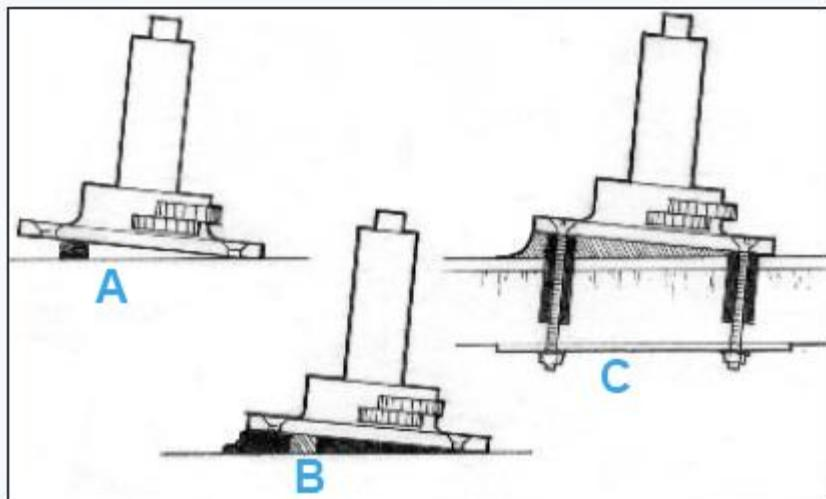

Рис. 19. Зафиксируйте основание в необходимом положении с помощью блоков – используйте достаточно загущённую смолу, чтобы заполнять отверстия.
2. Приклейте к поверхности небольшие блоки, чтобы удерживать основание на необходимой высоте и в нужном положении (*например, основание для лебедки, Рисунок 19"А"*).
4. Установите деталь в необходимое положение, укрепив ее на блоках (*Рисунок 19"В"*) и установите крепежные детали.
5. Выровняйте излишки смолы так, чтобы сформировать округленный шов у основания (*Рисунок 19"С"*). Перед тем, как подвергать деталь нагрузке, дайте эпоксидной смоле полностью застыть. Обеспечьте защиту эпоксидного материала от ультрафиолетового излучения UV (см. «нанесение отделочного материала»).